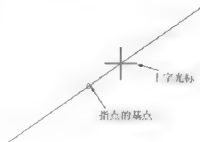

图 3-11
**步骤2:** 在绘图区需要单击的位置单击，即可确定构造线的基点，如图3-11所示。